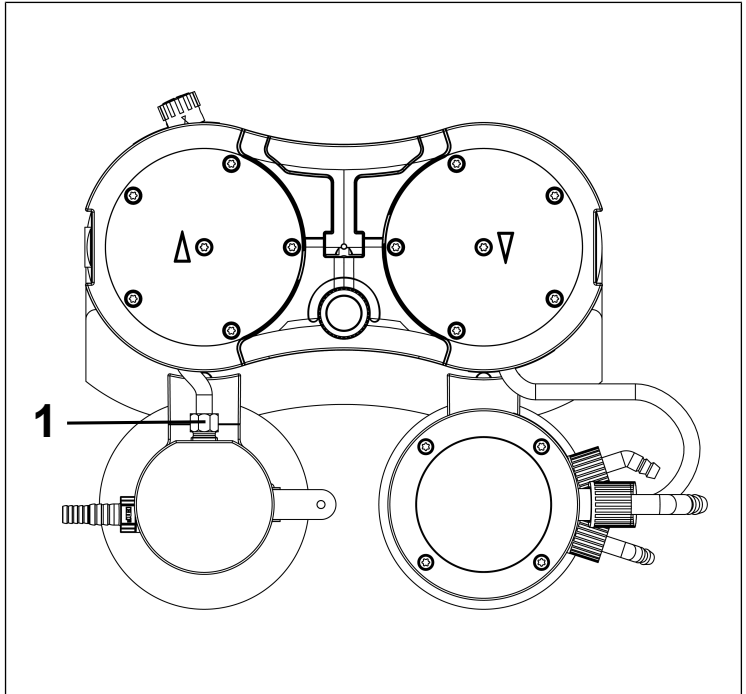

Abb.10: Schlauchverbindung lösen
1. Lösen Sie die Überwurfschraube der Schlauchverbindung (1/Abb. 10) von der Vakuumsystemkomponente.
i Benutzen Sie zum Lösen der Überwurfschraube der Schlauchverbindung Abscheider (1/Abb. 10) ggf. einen Gabelschlüssel SW14.
10. Schrauben Sie die Überwurfschraube der Schlauchverbindung Abscheider (**1/Abb. 10**) am Abscheideradapter bis zum Anschlag ein.
i Benutzen Sie zum Anziehen der Überwurfschraube der Schlauchverbindung Abscheider (**1/Abb. 10**) ggf. einen Gabelschlüssel SW 14